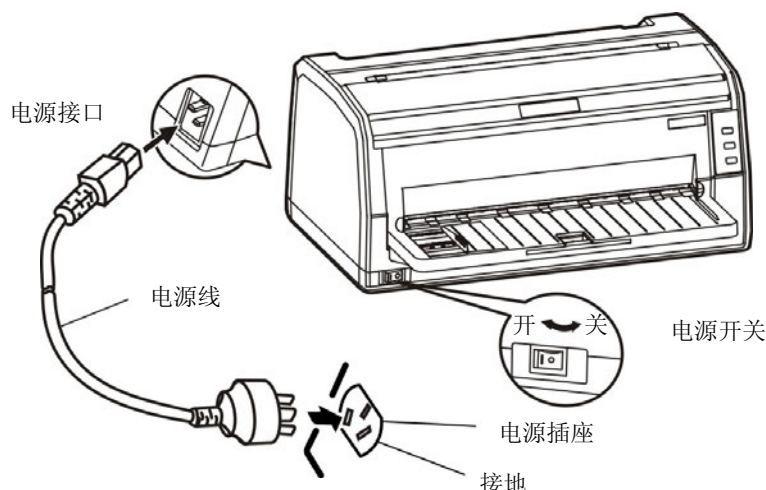

图 2-10 连接电源线
1. 如图 2-10 所示，确保打印机为关机状态（当开关被按下的一侧在“O”标注处时为关机状态）。